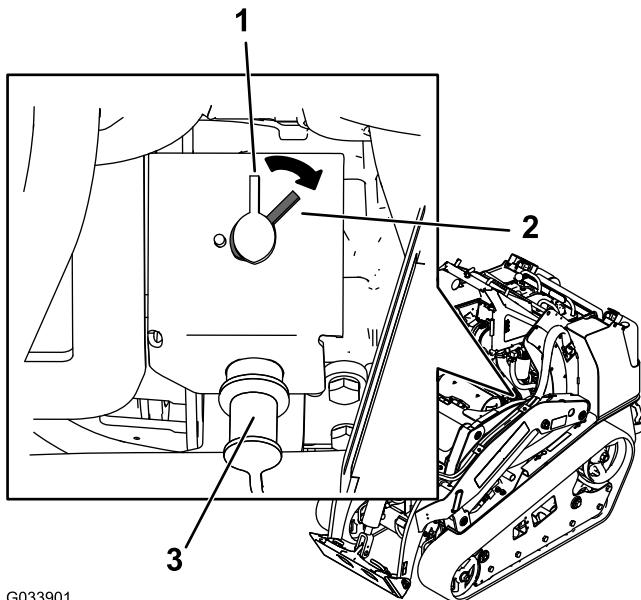

Figure 49
- Pour mettre la machine sous tension, tournez le coupe-batterie dans le sens horaire à la position SOUS TENSION (Figure 49).